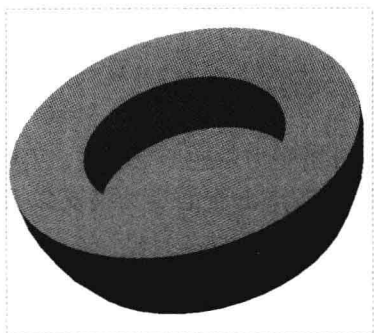

图 11-98 相交运算装配图
Step 06 按住【Ctrl】键的同时，依次隐藏圆体和圆，执行操作后，即可相交运算装配图，如图 11-98 所示。